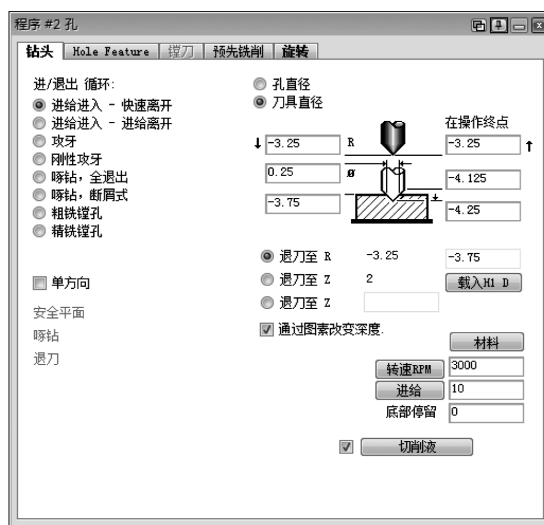

图 2-59 孔工艺参数#2
13) 使用刀具 #3 生成孔工艺参数#2，如图 2-59 所示。